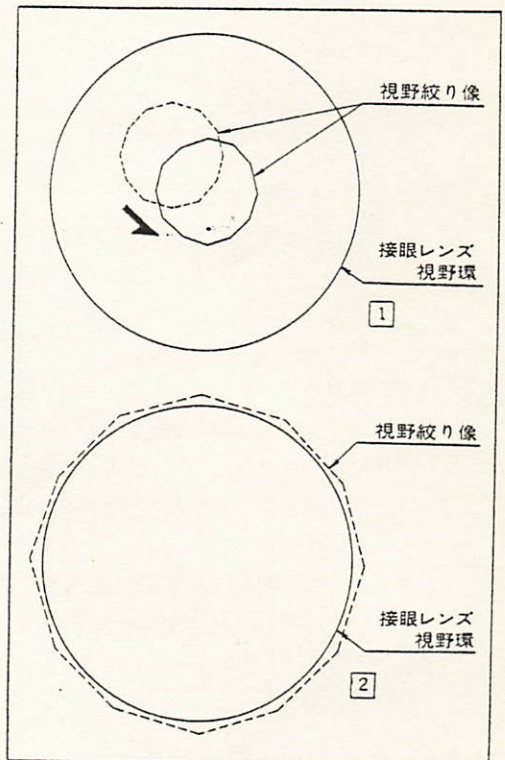

図 17
- 3) 対物レンズを40×に切り替え、視野絞り像が図17のように接眼レンズの視野とほぼ同じになるように、絞りの大きさを調節します。偏心している場合はコンデンサ心出しねじで正しく心出しします。